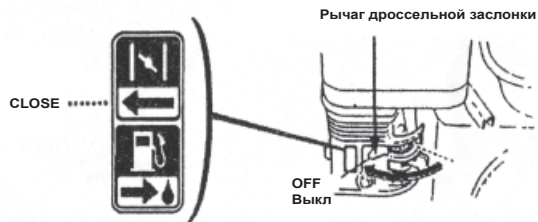

Рис.14
2. Закройте дроссельную заслонку (Установите рычаг в положение «CLOSE» - «Закрыто».) (Рис.14).